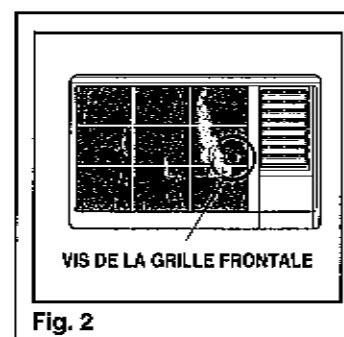

Fig. 2
- Enlevez la vis à tête Phillips (derrière le filtre) qui fixe la grille frontale au châssis. (Fig. 2)